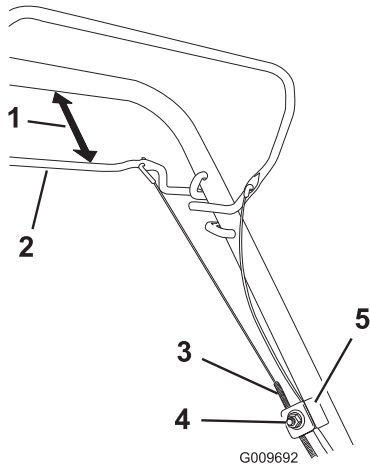

Figure 25
1. Desserrez l'écrou du support de guidage du câble (Figure 25).
2. Maintenez la barre de commande d'autopropulsion à 25 à 38 mm (1 à 1,5 po) du guidon (Figure 25).
3. Tirez la gaine du câble vers le bas (vers la machine) jusqu'à ce qu'il n'y ait plus de mou dans le câble (Figure 25).